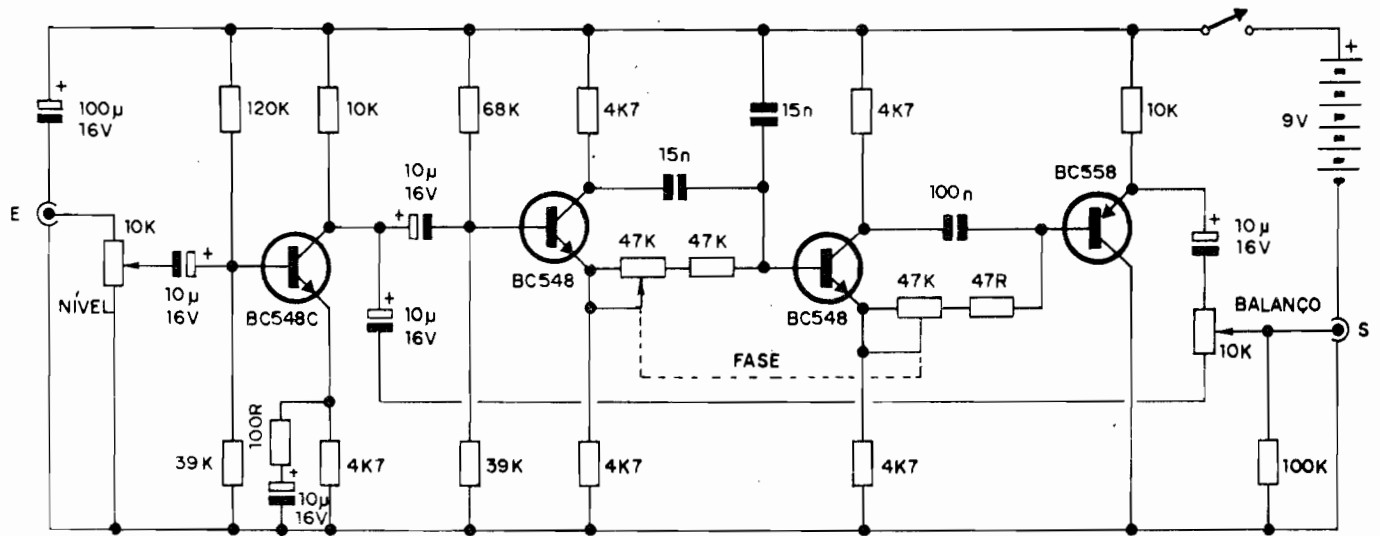

Fig. 1
- FIG. 1 - DIAGRAMA ESQUEMÁTICO DO CIRCUITO - Para os Leitores/Hobbyistas, já acostumados a "resolver" bem os circuitos transisto-